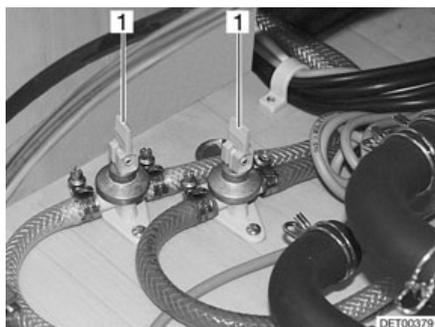

Fig. 136 Robinets de vidange
- Fermer les robinets de vidange. Placer les leviers à bascule (Fig. 136,1) en position horizontale.
- Ouvrir les robinets de vidange (Fig. 136). Pour cela, placer les leviers à bascule (Fig. 136,1) en position verticale. Le chauffe-eau est vidé à l'extérieur par le biais des robinets de vidange.